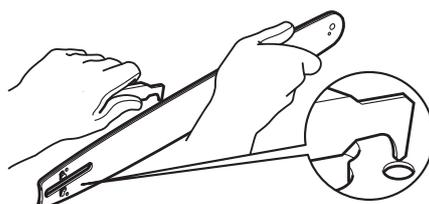

Fig. 42
- > Pour nettoyer les résidus accumulés dans les rails du guide-chaîne [21] utilisez un tournevis, un couteau de vitrier, une brosse métallique ou autre outil similaire. Cela permettra une meilleure circulation de l'huile afin que la chaîne [25] et le guide-chaîne [21] soient correctement graissés en permanence. (Fig. 42)